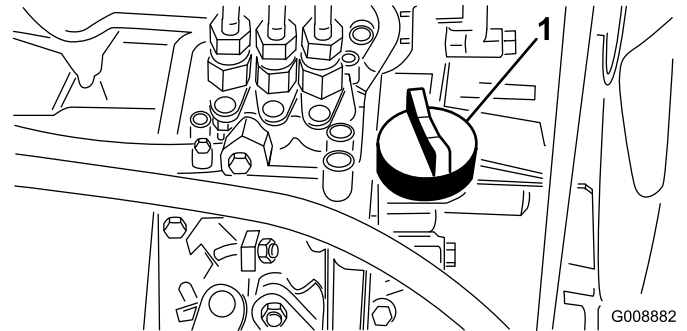

図 20
4. 不足していれば補給口キャップ（図 20）をとり、ディップスティックのFull 位置まで少量ずつオイルを補給する。補給中、ディップスティックで何度か油量を確認しながら入れること。